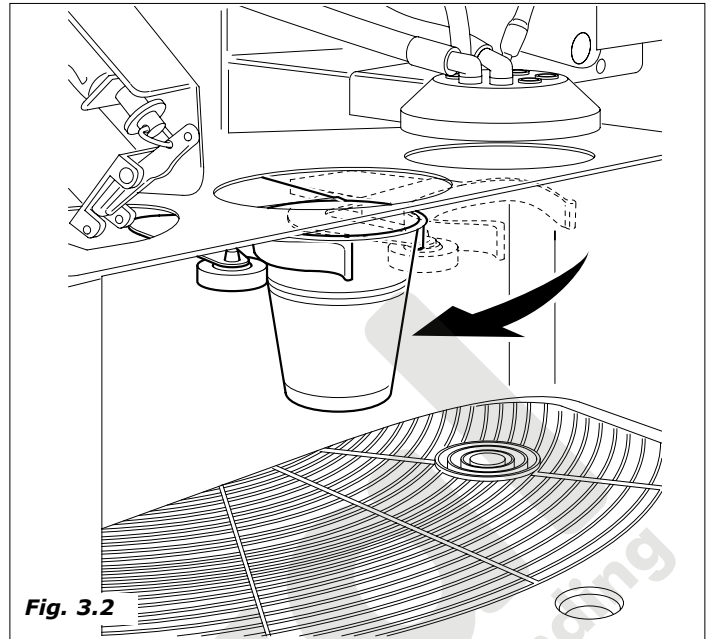

Fig. 3.2
- El trasladador de vasos se desplaza desde la posición reposo/erogación a la estación "cup dispenser" (Fig. 3.2).